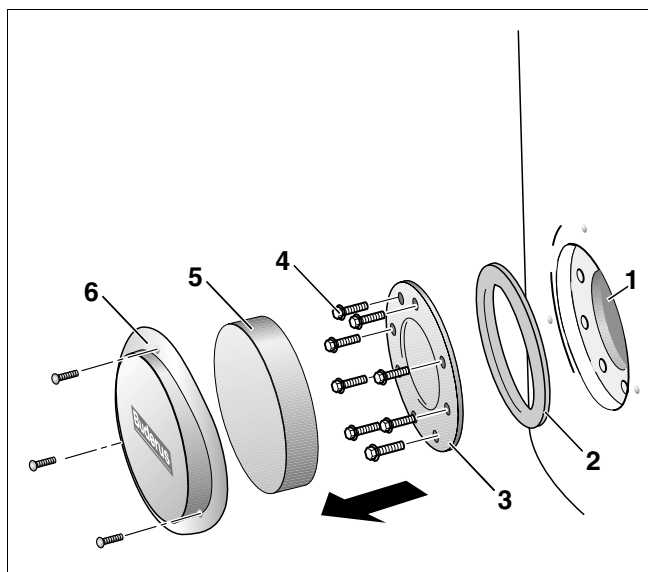

Fig. 10 Smontare l'apertura per la pulizia
- Svitare le viti della copertura del coperchio di ispezione (fig. 10, **pos. 6**).
- Togliere la copertura del coperchio di ispezione ed il disco di protezione termica (fig. 10, **pos. 5**).
- Svitare le viti a testa esagonale (fig. 10, **pos. 4**), togliere il coperchio di ispezione (fig. 10, **pos. 3**) e la guarnizione del coperchio di ispezione (fig. 10, **pos. 2**).